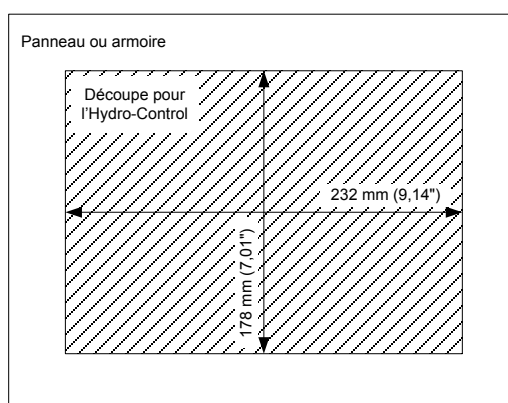

Figure 6 : découpe du panneau pour l'Hydro-Control VI
- Découpez une ouverture de la taille correcte dans le panneau. Voir le modèle Figure 6.